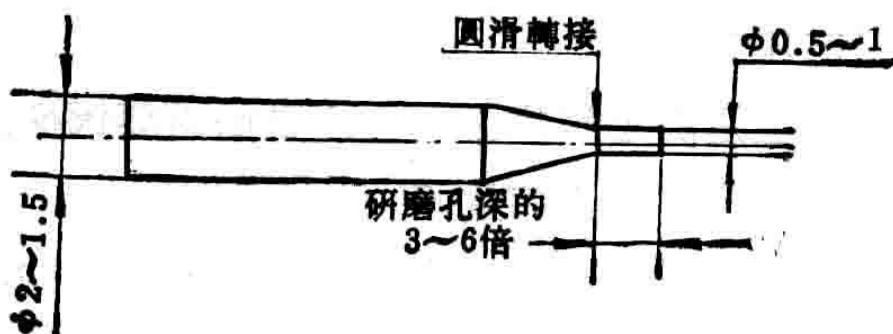

图 4 小孔研磨棒示意图
d = 3.7~4.5	(如图 4)
- (1) 研磨棒材料的硬度要比被加工零件低；
- (2) 研磨棒材料越硬，则研磨效率越低（因嵌入的研磨膏粒度少），但所研磨零件的精度和光洁度高，适于精研；反之则研磨效率高，但所研磨零件的精度和光洁度低，适于粗研；
- (3) 研磨棒表面应光整，不应有砂眼、坑疤和伤痕等。对于软钢制作的研磨棒，若条件许可，最好先用无心磨方法将其磨到所需要尺寸；
- (4) 在研磨直径为1厘米以下的孔时，要特别注意研磨棒要有足够的刚性，绝不可用等直径的金属丝代替，以防折断和被研孔形成喇叭口。最好做成如图4所示的形状。